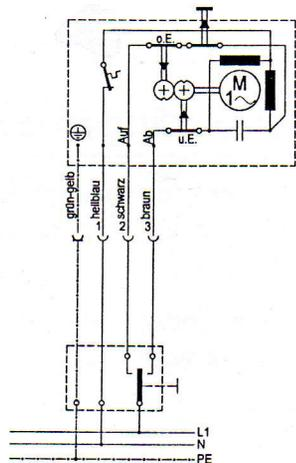

Bild 2:
- Bei Parallel-Betrieb zweier Jalousiemotoren ist grundsätzlich ein zwei-poliger Schalter zu verwenden und der Anschluß entsprechend **Bild 2** vorzunehmen.